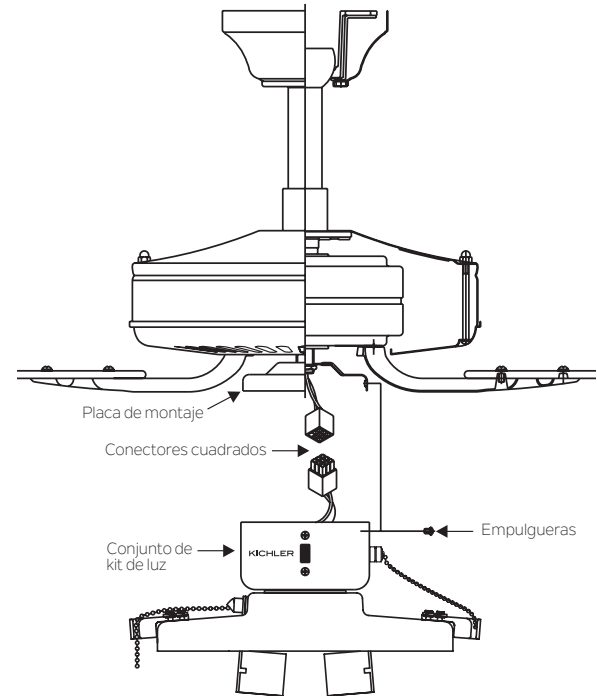

Figura 2
4. Levante y sostenga el conjunto del kit de luz cerca de la placa de montaje del ventilador de techo. Empuje los conectores de cable cuadrado juntos. (Figura 2)
5. Empuje con cuidado todos los cables dentro de la carcasa del interruptor, luego instale el conjunto del kit de luces en la placa de montaje con los 3 tornillos provistos. Asegúrese de apretar todos los tornillos. (Figura 2)